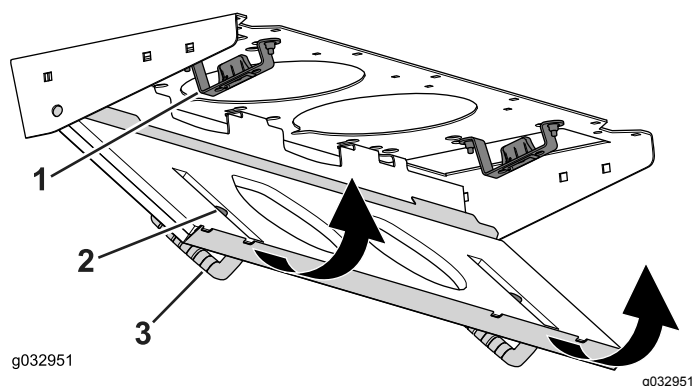

Figura 135
4. Ruotate lo schermo del filtro attorno alle alette fino a quando il fermo non si blocca nel gruppo del supporto del fermo (Figura 135).